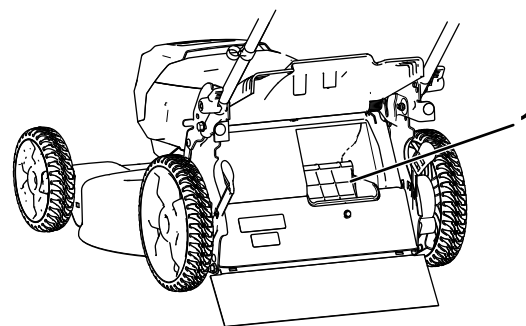

Figura 14
**Importante:** Para garantir o funcionamento correto, retire aparas e detritos da cobertura e abertura de uso do saco a pedido (Figura 14) antes de deslocar a alavanca de uma posição para a outra.